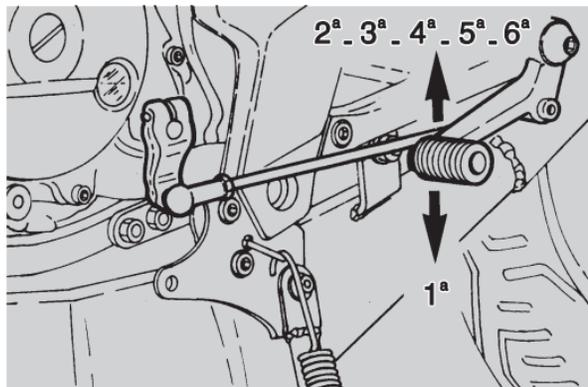

Fig. 25
- con la manopola dell' acceleratore rilasciata ed il motore al minimo, tirare la leva della frizione ed inserire la prima marcia premendo il pedale del cambio verso il basso (Fig. 25);